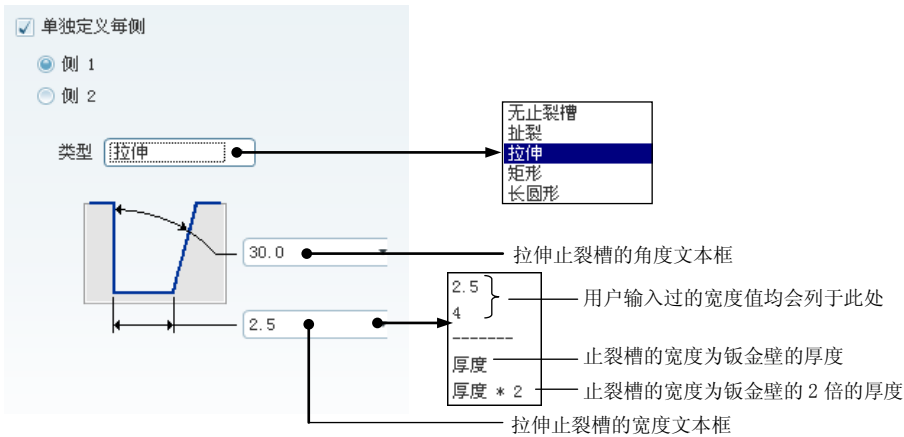

图 11.2.16 侧 1 止裂槽：拉伸类型
(1) 在操控板中单击按钮，在系统弹出的界面中选中☒单独定义每侧复选框。
(2) 定义侧 1 止裂槽。选中侧 1 单选按钮，在类型下拉列表框中选择“拉伸”选项，输入角度值 30.0 和宽度值 2.5（图 11.2.16）。
(3) 定义侧 2 止裂槽。选中侧 2 单选按钮，在类型下拉列表框中选择“扯裂”选项。